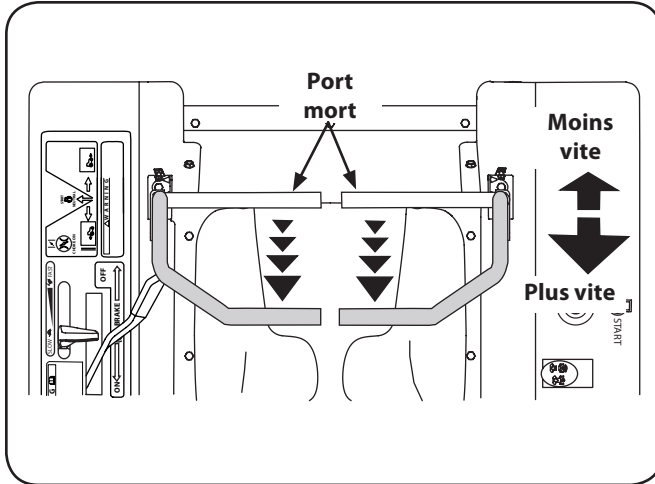

Figure 5-5
1. Tirez lentement sur les deux leviers de façon égale. Le tracteur commencera alors à reculer. Voir la Figure 5-5.